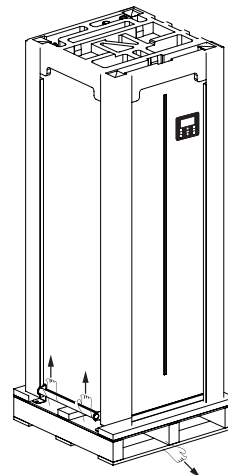

Fig.2-4
- Quatro pessoas seguram a máquina de elevação da placa metálica, uma delas puxa a base em madeira (consultar a Fig. 2-4).